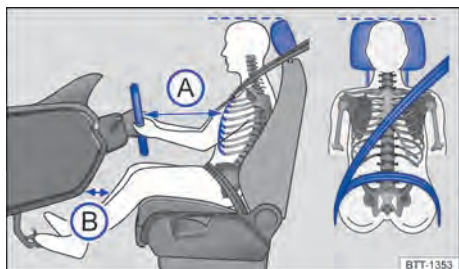

Fig. 19 Distancia correcta del conductor con relación al volante, posición correcta de la banda del cinturón de seguridad y ajuste correcto del apoyacabezas.
- Ajustar el asiento de modo que la distancia entre el volante y el tórax sea como mínimo de 25 cm → fig. 19 A y que el conductor pueda sujetar el volante del borde exterior con las dos manos y los brazos ligeramente flexionados.
- Ajustar el asiento del conductor de manera longitudinal para que los pedales se puedan accionar con las piernas ligeramente dobladas y la distancia de la zona de la rodilla con el tablero de instrumentos sea de al menos 10 cm → fig. 19 B.
- Ajuste el apoyacabezas para que su borde superior se encuentre preferentemente en la misma línea de la parte superior de la cabeza → fig. 19 – pero no por debajo de la altura de los ojos. Posicionar la parte posterior de la cabeza lo más cerca posible del apoyacabezas.